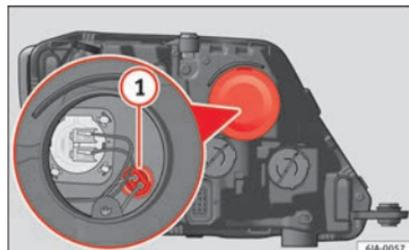

Fig. 89 Cambio de lámpara para la luz de posición.
- Quite la tapa protectora »» fig. 89.
- Extraiga el portalámparas »» fig. 89 ① tirando hacia afuera.